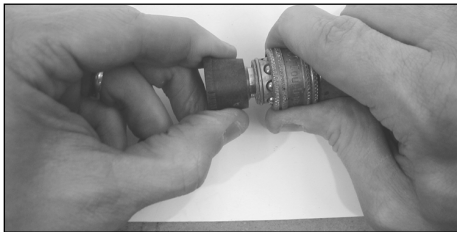

Figura 19 – Punta de conexión rápida
- 2b. Para unidades con puntas de conexión rápida: use la punta de rociado de conexión rápida negra de 65° (Vea la Figura 19).